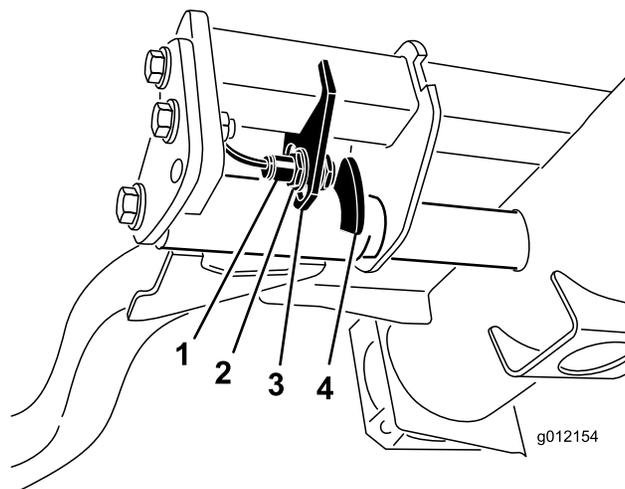

図 35
2. 昇降アームのスイッチは、油圧のメインタンクの下にある右前昇降アームの後ろ側に装着されている図 35。
3. スwitch の取り付けネジ図 35 をゆるめ、Switch の位置を下げると、昇降アームの旋回高さが長くなり、上げると、昇降アームの旋回高さが短くなる取り付けボルトを締め付ける。